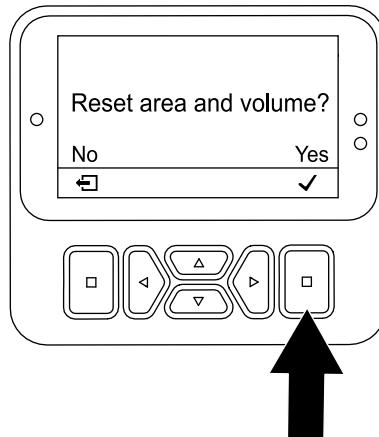

Figure 101
5. Dans l'écran RESET AREA AND VOLUME, appuyez sur le bouton de sélection (Figure 101).